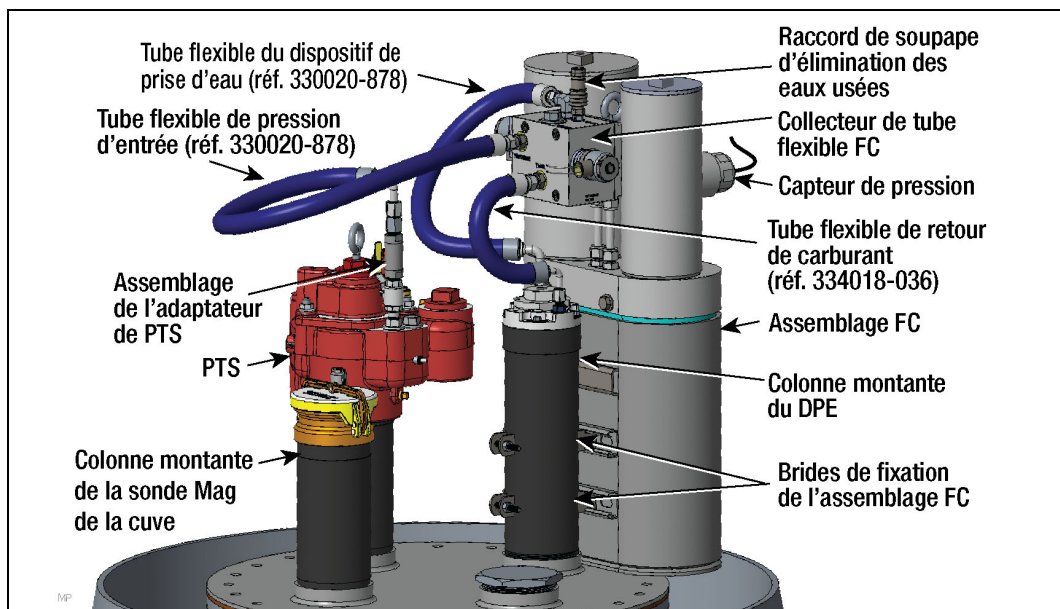

Figure 2. Composants dans le puits HydrX
Les composants du puits du système HydrX sont illustrés à la Figure 2.
4. Orientez le système HydrX jusqu'à ce que les raccords de tubes flexibles sur le collecteur soient face au centre du trou d'homme (voir Figure 2). L'assemblage peut être orienté dans le sens opposé si nécessaire en raison des contraintes d'espace. Une fois que l'assemblage est dans sa position finale, serrez bien les deux brides de fixation.